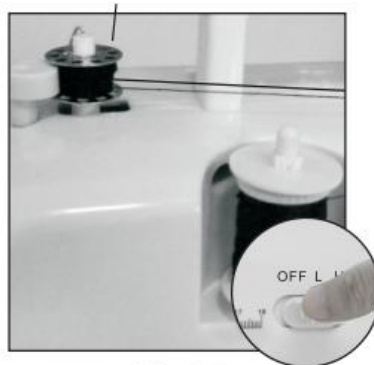

Fig.15
5. Kapcsolja be a gépet a tekerceslés megkezdéséhez (Fig. 15).